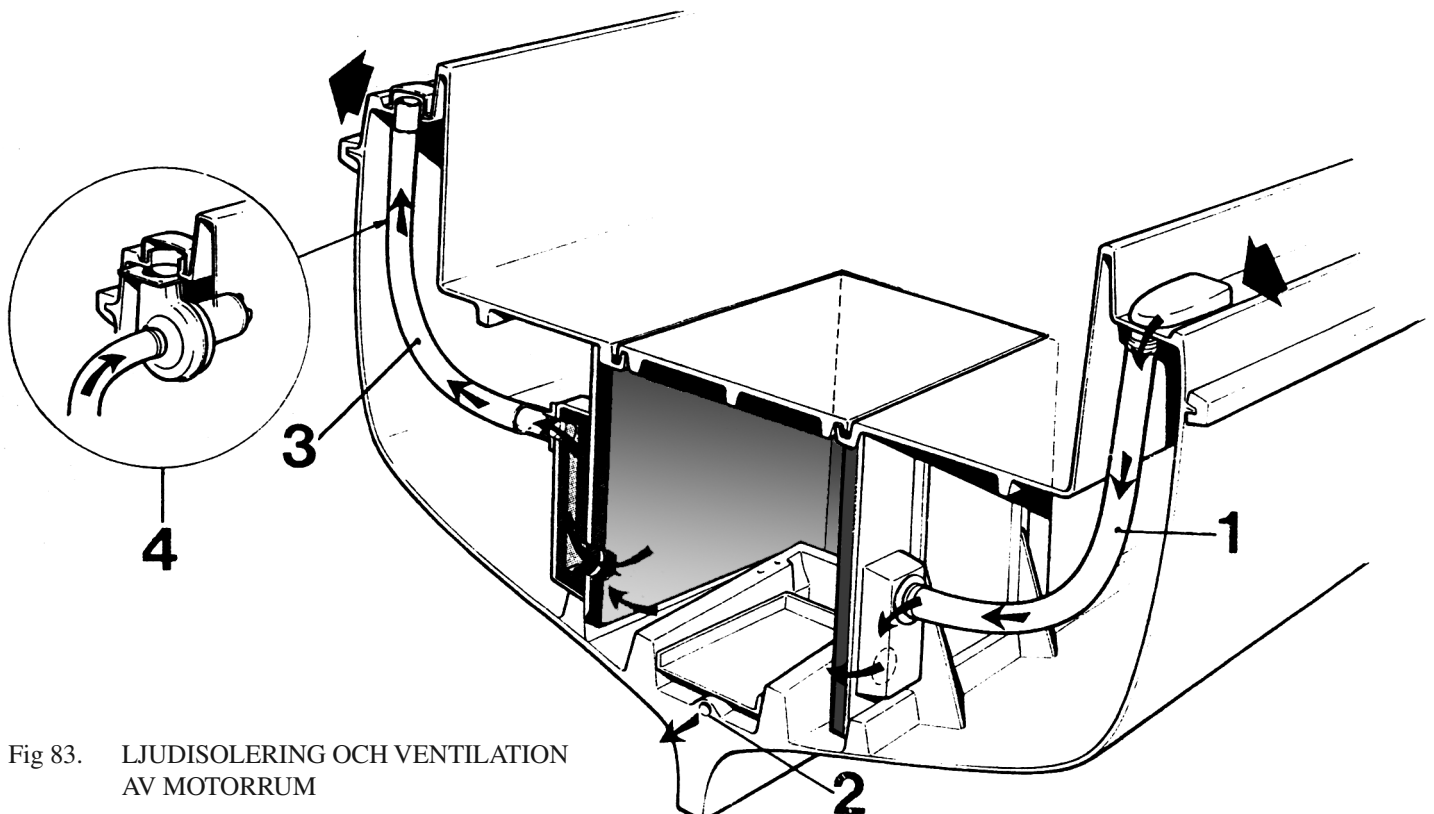
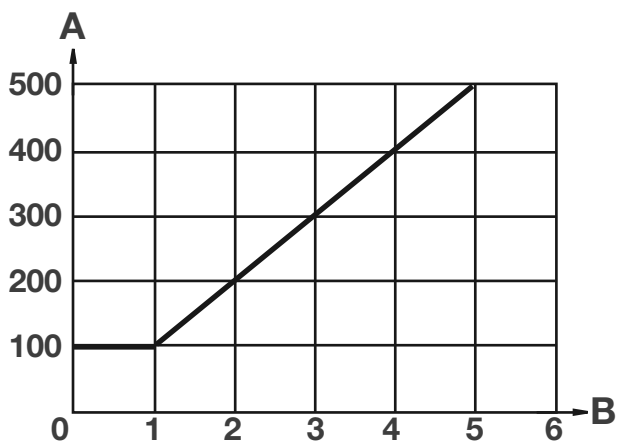
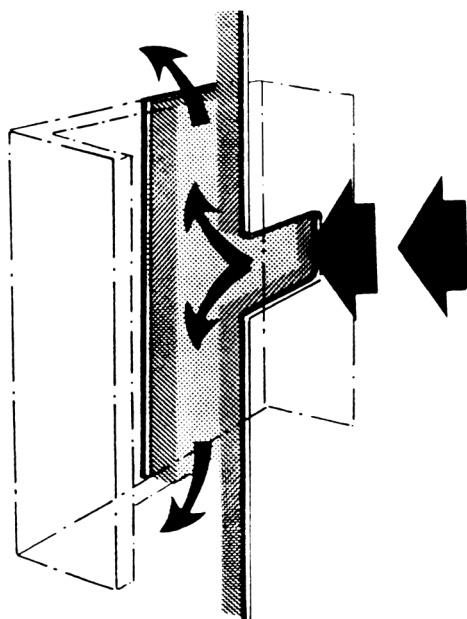

Fig 83. LJUDISOLERING OCH VENTILATION AV MOTORRUM
Fig 88. Rekommenderad kapacitet för motorrumsfläkt
Fig 89. Exempel på ljudfälla
Principen för en god ljudisolering är att innesluta ljudkällan i ett tätt hölje, vilket invändigt kläs med ett material som absorberar ljudenergin. Det är viktigt att hela ljudkällan, i detta fall motor och backslag, blir fullständigt avskärmd. Detta sker genom att bygga ett ljudavskärmande motorrum helt avskilt från övriga utrymmen i båten. Motorrummet kan tillverkas i träkonstruktion eller av glasfiberarmerad plast, med en uppfällbar lucka eller huv som överdel. Se fig 83 sid 28. Dimensionera motorrummet så att motorn ej kommer när dess sidor eller isoleringsmaterial vid gång.
För att inte ljudenergin skall sätta motorrummets väggar i svängning och därmed transportera ut ljudet måste dessa byggas så stabilt som möjligt och fogas samman så att rummet blir helt tätt. Det är därför viktigt att dess väggar går ner till skrovets botten och blir ordentligt fastsatta, t ex plastas fast till båtbottnen. Se fig 83. Även till synes obetydliga sprickor eller hål kan ge möjlighet till ljudläckor.
För att ge eventuellt slagvatten i båtbottnen möjlighet att passera motorrummet, bör en tunnel i form av ett rör eller slang placeras utmed motorrummets botten. Slagvattentunneln skall vara av olje och bränslebeständigt material och fästas ordentligt vid botten, ev plastas fast. Där tunneln dras genom vägg skall genomgången tätas (ev plastas) runt tunneln för undvikande av ljudläckor. Se 2 fig 83.
Ventilationen utformas med separata kanaler för tilluft (1 fig 83) respektive frånluft (3). Se fig 83. Luftkanalerna skall mynna ut på var sida om båten utanför sittbrunnen samt vara försedda med ventilationshuvor så anordnade att hjälp erhålles av fartvinden. Luftintagen placeras så skyddat som möjligt för vattenstänk.
Finns behov att ventilerat motorrummet vid stillaliggande båt (ex vis före start eller när motorn stoppats) bör en motorrumsläkt monteras. Se 4 fig 83. Fläkten dimensioneras enligt diagrammet i fig 88. vilket visar fläktens kapacitet (m3 per timma) i förhållande till motorrummets Voym (m3).
För att hindra ljudenergin att tränga ut genom kanalernas anslutningshål är det nödvändigt att dessa blir isolerade. Lämpligt är att utforma och montera effektiva ljudfällor. Se ex fig 89. Observera att dessa skall isoleras på samma sätt som motorrummet för övrigt. Se fig 83.